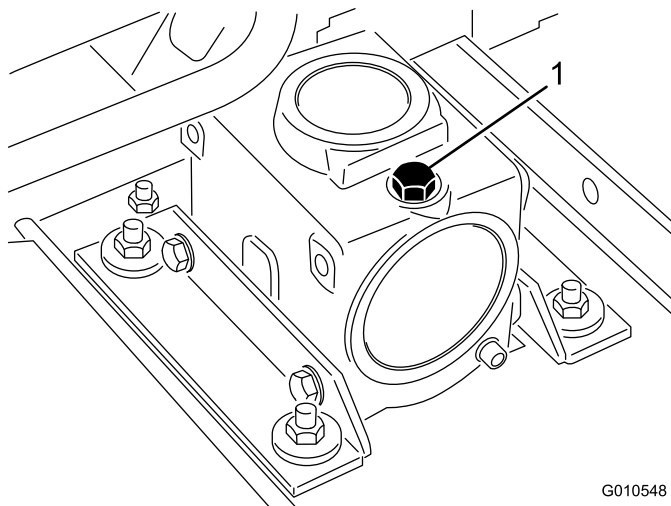

Bild 16
2. Stellen Sie die Zugmaschine und das Mähwerk auf eine ebene Fläche und senken Sie die Mähwerke ab. Nehmen Sie den Ölpeilstab bzw. die Ablassschraube oben am Getriebe ab (Bild 16) und stellen Sie sicher, dass der Schmiermittelstand zwischen den Marken am Peilstab liegt. Wenn der Schmiermittelstand niedrig ist, füllen Sie SAE 80-90wt. Schmiermittel ein, bis der Stand zwischen den Marken liegt.